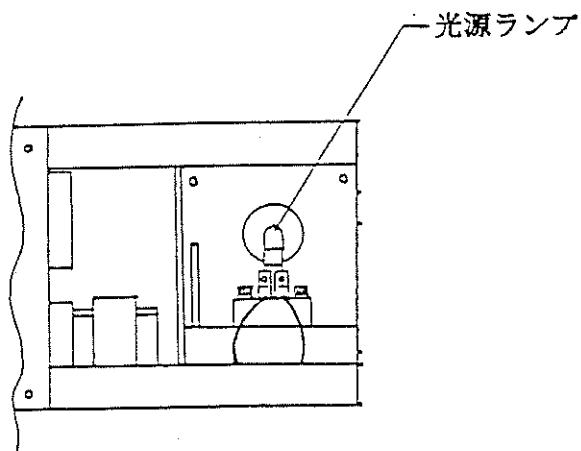

図4 光源ランプの交換
- ① 本体の左側面にある4本のネジをゆるめフタを開けます。（図4参照）
- ② ランプを上方向に引き抜いて下さい。
- ③ ランプに直接手を触れないで、カバーの上からランプを持ってソケットに差し込んで下さい。
- ④ ランプのガラス面にはこり等が付着している場合は、アルコールを浸した柔らかい布（ガーゼ等）で拭きとって下さい。
- ⑤ POWERスイッチをOFFにした直後は、ランプの表面が高温になっていますので取扱に注意して下さい。
- ⑥ 光源ランプ（ハロゲンランプ）の寿命は約2000時間です。これは使用状況により異なりますので目安とお考え下さい。